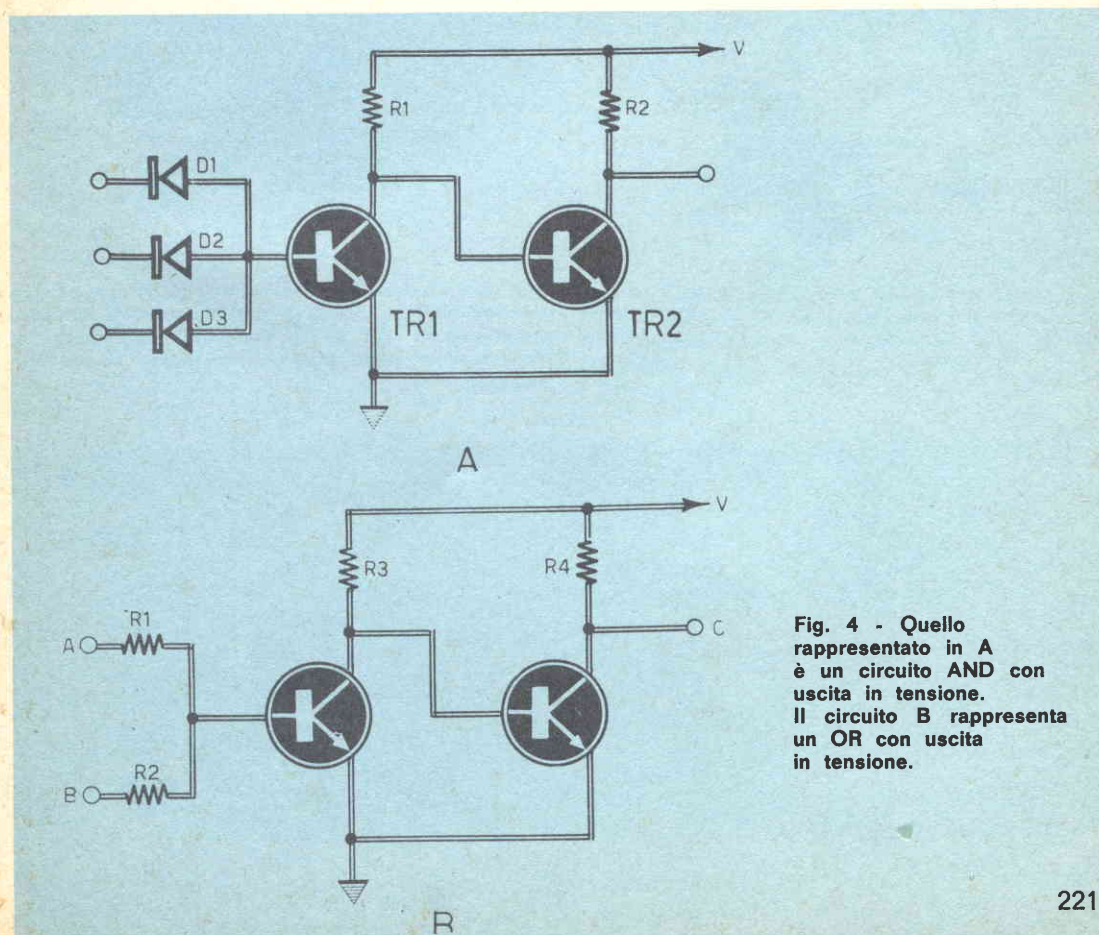

Fig. 4 - Quello rappresentato in A è un circuito AND con uscita in tensione. Il circuito B rappresenta un OR con uscita in tensione.
Fig. 4 - Traferro stretto ed altezza elevata dell'espansione polare permettono di ottenere una notevole quantità di flusso magnetico (A). A parità di larghezza del traferro, diminuendo l'altezza, diminuisce il flusso magnetico (B).